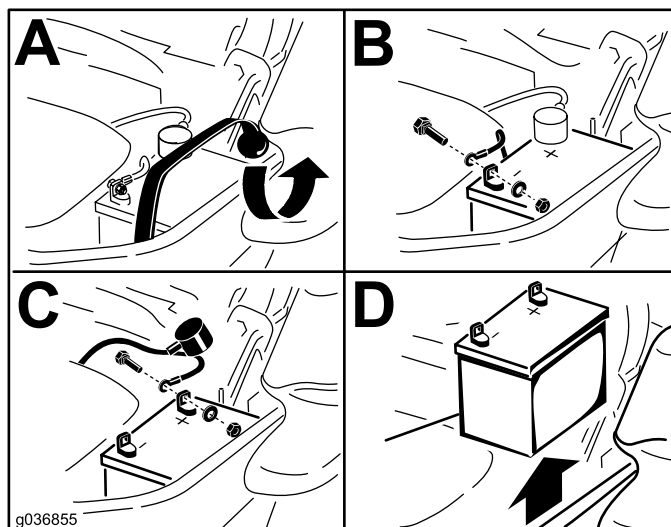

Figura 54
3. Rimuovete la batteria come illustrato nella Figura 54.
- Fissate i cavi con 2 bulloni, 2 rondelle e 2 dadi di bloccaggio (Figura 54).
- Fissate la batteria con la fascetta in gomma (Figura 54).
- Posizionate la batteria nel vassoio, con i poli in posizione opposta al serbatoio idraulico (Figura 54).